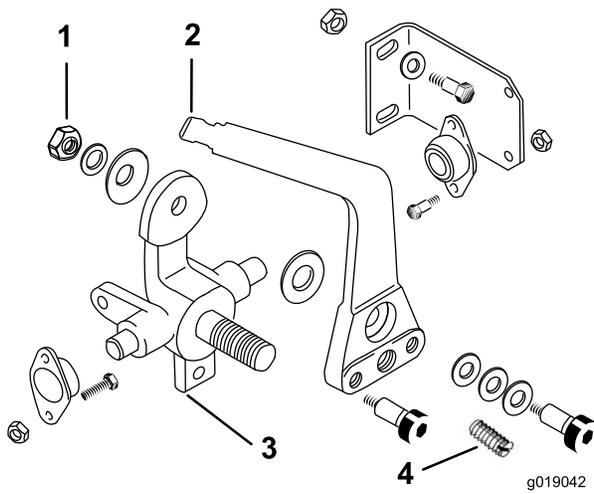

Figura 38
3. Gire la tuerca de ajuste hasta que la escala indique una fuerza de 13.61 a 22.68 kgf (30 a 50 lbf) para mover la palanca (Figura 38).